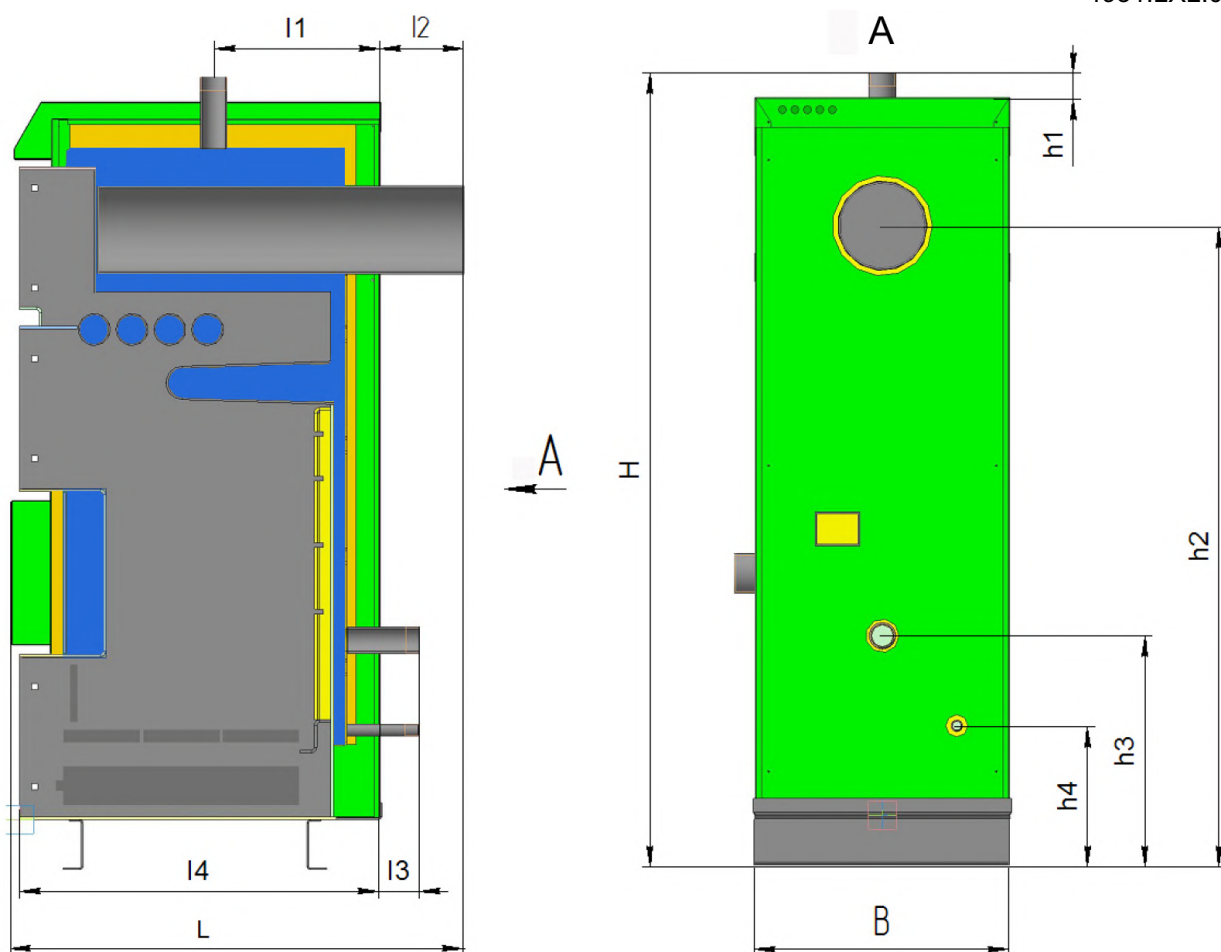

Рисунок 1. Габаритные и присоединительные размеры Котлов моделей L-12+99
Габаритные (максимальный габарит) и присоединительные размеры Котла (см. рис.1), мм:
Состав и устройство Котлов серии «LAVORO есо» моделей L-12÷99 и XL-12÷32 показано на рисунке Котел (рис.1, 2, 3) представляет собой стальной сварной теплоизолированный каркас, обшитый снаружи съемной декоративной облицовкой, все вместе образующие собой корпус, и устанавливаемый на собственных опорах (16). Внутреннее пространство имеет сложную конфигурацию, включает в своем составе трубчатый теплообменник (14), предназначенный для циркулирования теплоносителя (воды), листовые детали, образующие вместе со стенками каркаса камеру сжигания, воздухоподводящие каналы (на рисунке не показаны), систему дымоудаления из Котла (9). Внутри каркаса в нижней части расположены